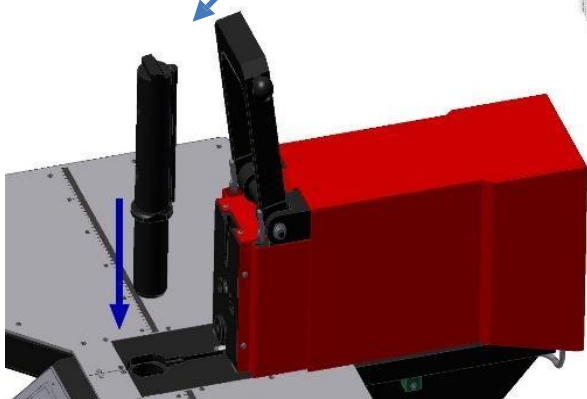
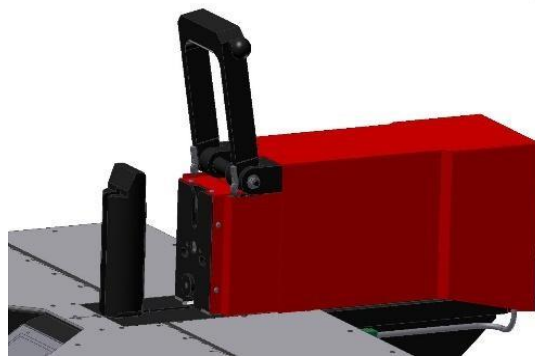

Рис. 29
Рис. 30
- Вставте матрицю для гнуття у отвір корпусу (рис. 29) (рис. 30).